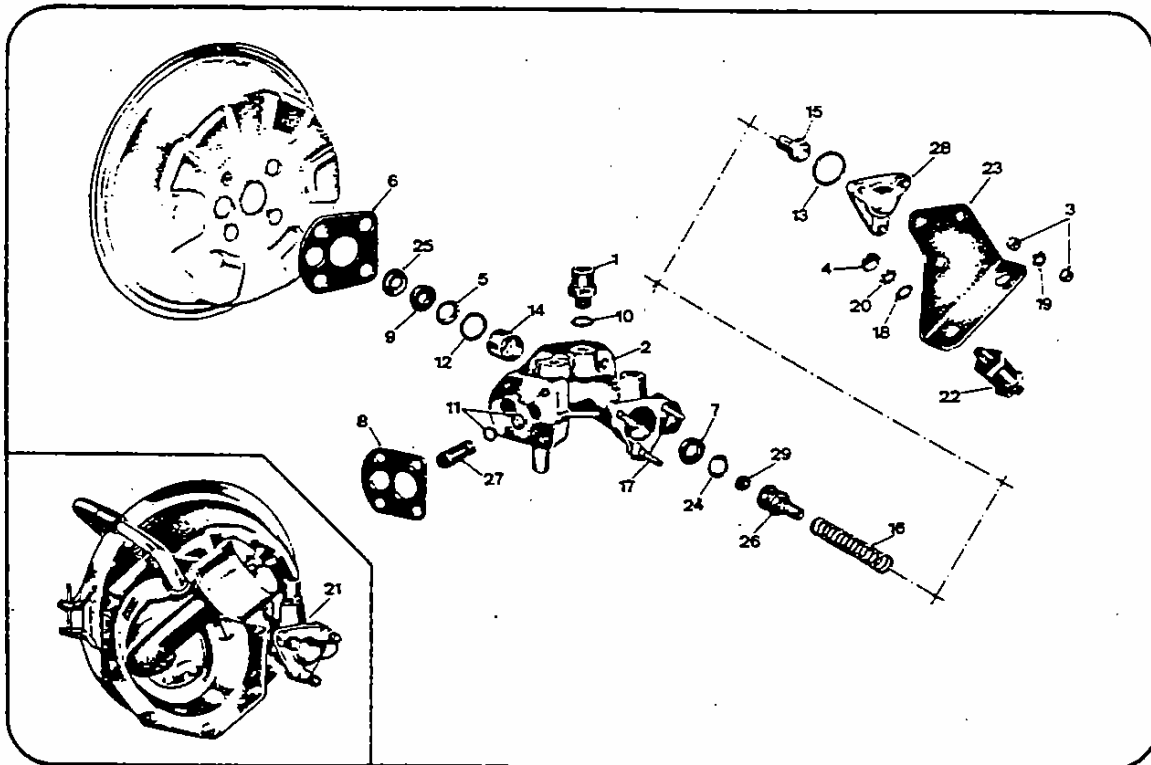

Fig. 05/03 - Maître-cylindre servo-frein (Du Catalogue Pièces Détachées).
- Déposer le couvercle du distributeur servo-frein, retirer la membrane et les ressorts (n. 3 - 9 - 10 - 11 - fig. 05/04).
- Déposer le boîtier membrane (n. 14 - fig. 05/04).
- Retirer l'anneau qui bloque la boîte à dépression et par conséquent le couvercle (agir avec prudence puisque la membrane peut être projetée par le ressort de rappel) (n. 1 - 3 - 9 - 11 - fig. 05/05).
- Si dans la boîte à dépression il y a des traces de liquide freins, la fuite est sûrement due à l'usure des joints d'étanchéité sur la tige (n. 9 - fig. 05/03).
- Déposer la boîte à dépression (n. 4 fig. 05/05).
- Retirer le guide tige (n. 14 - fig. 05/03) avec ses détails intérieurs sans employer les pinces. Pour ne pas rayer le corps maître-cylindre pousser du-dessous la tige à l'aide d'un morceau de bois dur.
- Retirer le piston commande distributeur (n. 27 - fig. 05/03) en frappant légèrement le corps maître-cylindre contre une surface en bois dur.